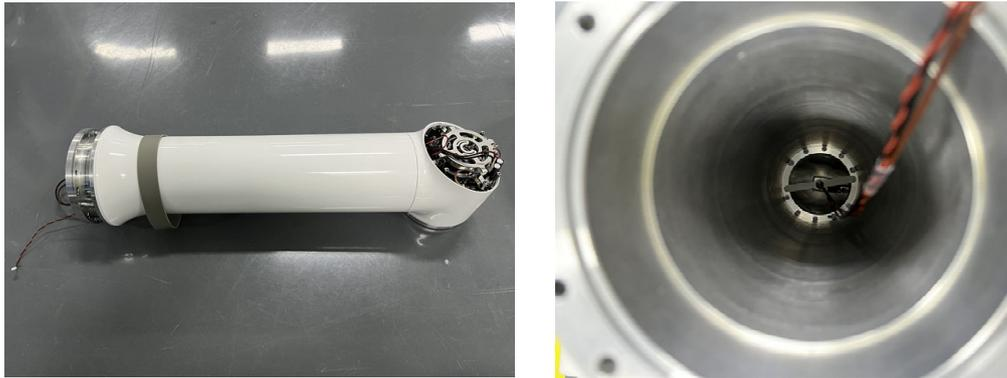

图 3-21：松开肘部关节和上臂连杆相连的内六角螺钉
4. 用正确的长杆 3 号内六角扳手伸进上臂连杆内部并松开肘部关节和上臂连杆相连的 10 个 M4 内六角螺钉，如图 3-21 所示。